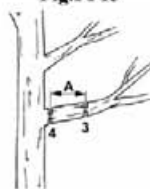

Fig.PP14
5.7.2- Corte de ramas gruesas a ras (Fig.PP14)